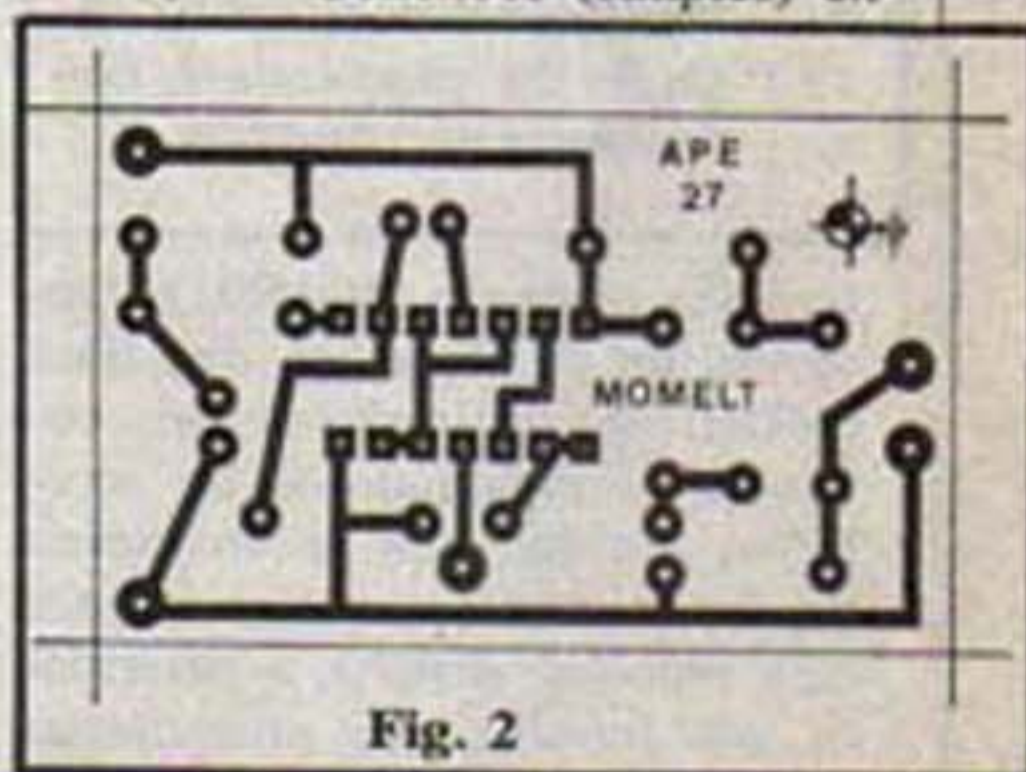
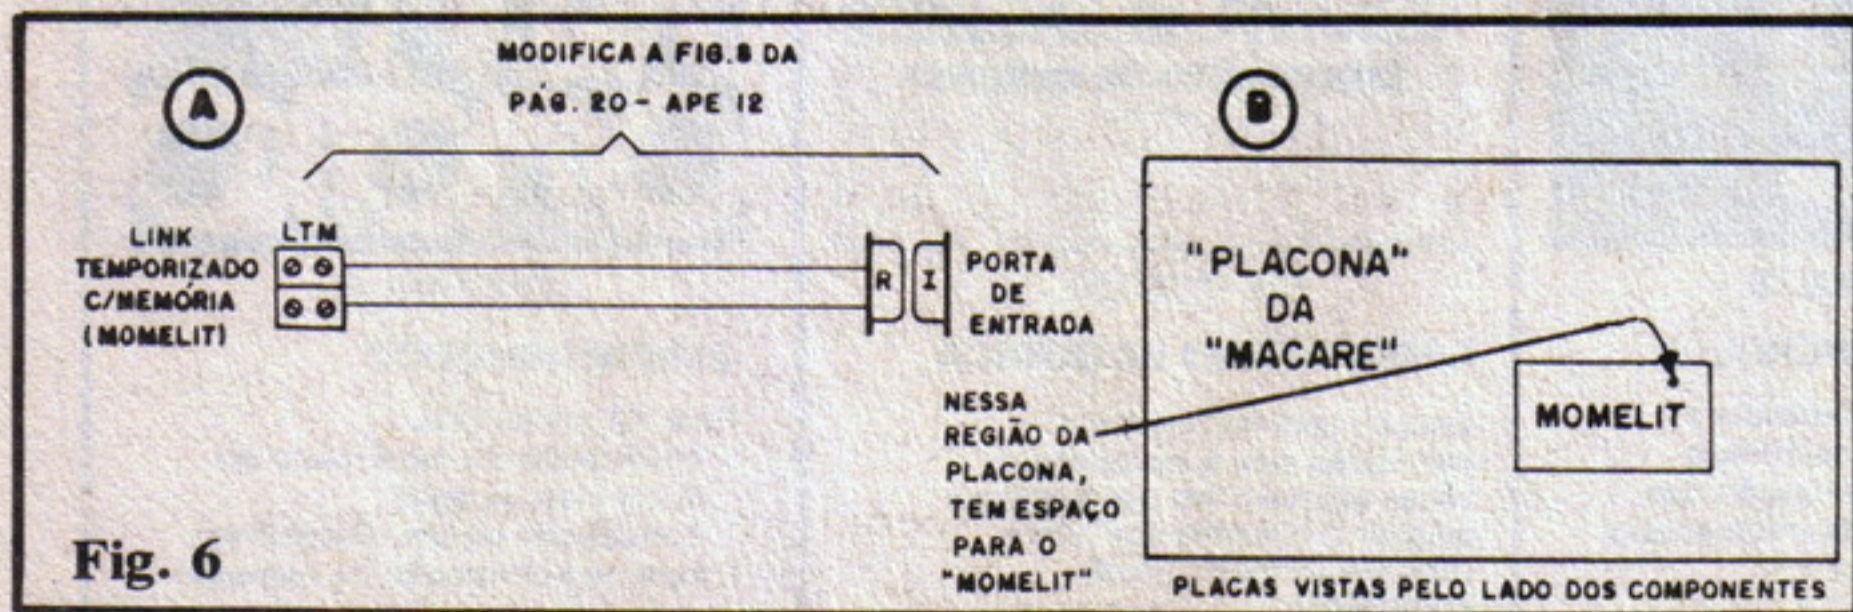

Fig. 2
Fig. 6
- FIG. 2 - Lay out (tamanho natural) da plaqueta do MOMELT. A idéia foi manter as dimensões tão restritas quanto possível, de modo que esse módulo complementar pudesse facilmente ser "encaixado" no mesmo container originalmente adotado para abrigar a MACARE (conforme veremos, adiante, na fig. 6, a solução foi perfeita...). O padrão é muito simples, de facilíssima realização (obviamente quem já fez a MACARE não pode ser um "pagão" em confecção de placas, daí...). Quem prefere "moleza", contudo, sempre pode "socorrer-se" do prático sistema de KITs, que sempre incluem, além dos componentes, a própria placa pronta, fu-
- **FIG. 6** - Acomodação e instalação do MOMELT. Quanto à instalação do sensor (ou sensores) no novo **link** temporizado c/memória, pedimos ao Leitor/Hobbysta que se reporte à fig. 8 - pág. 20 - APE 12, que deverá sofrer a modificação ilustrada em 6-A. Já quanto à "acomodação" da plaquinha do MOMELT, sugerimos a solução mostrada em 6-B, com o dito cujo repousando no espaço vago existente no lado não cobreado da placa original da MACARE, na